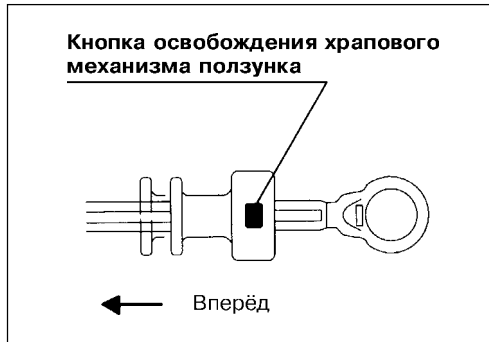
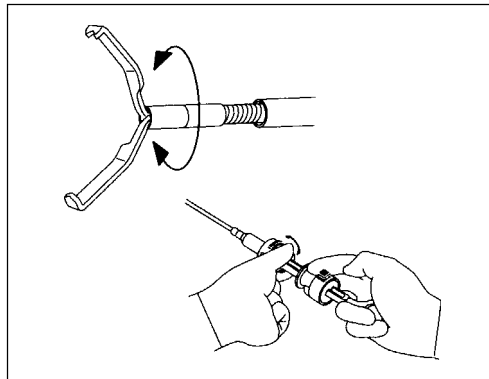

Рис. 3.17.
Рис. 3.18.
- 3.** Переместите ползунок в дистальном направлении на максимально возможное расстояние, как показано на рис. 3.17, не нажимая кнопку освобождения храпового механизма ползунка. При этом происходит ослабление натяжения рабочей проволоки. Затем медленно поверните колесо механизма вращения клипса и убедитесь, что при этом происходит плавное вращение клипса в предполагаемую сторону (см. рис. 3.18).